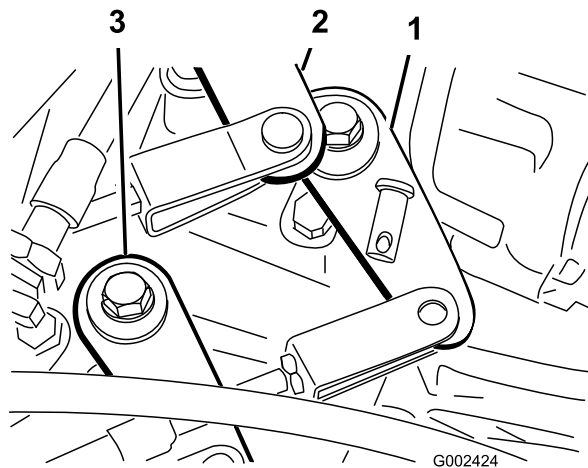

Figura 47
2. Retire los pasadores de horquilla que fijan los cables del cambio de marchas a los brazos de cambio del transeje (Figura 47).
1. Retire el pasador de horquilla que sujeta el cable de Alto–Bajo al transeje (Figura 47).